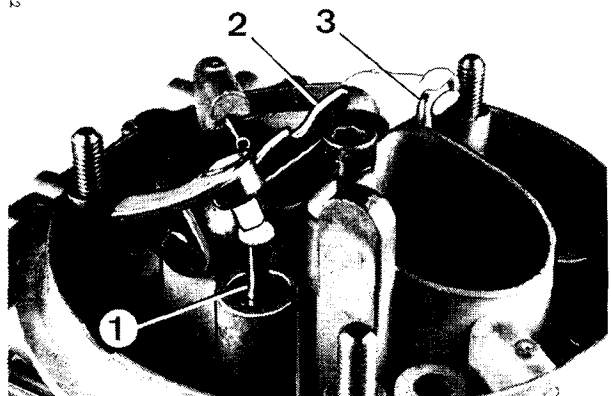

Bild 10
5.3 Leichtgängigkeit (Bild 10)